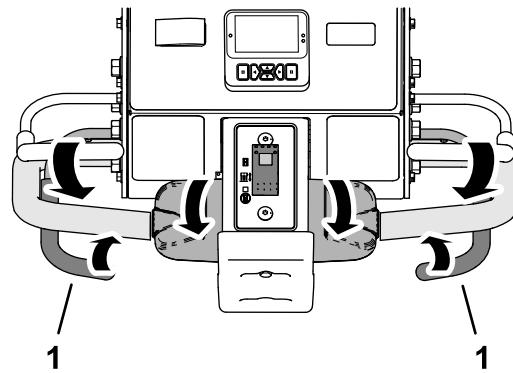

**Figure 86**
1. Appuyez sur le bas de la commande d'abaissement (Figure 86) pour sélectionner la position ABAISSEMENT IMMÉDIAT.